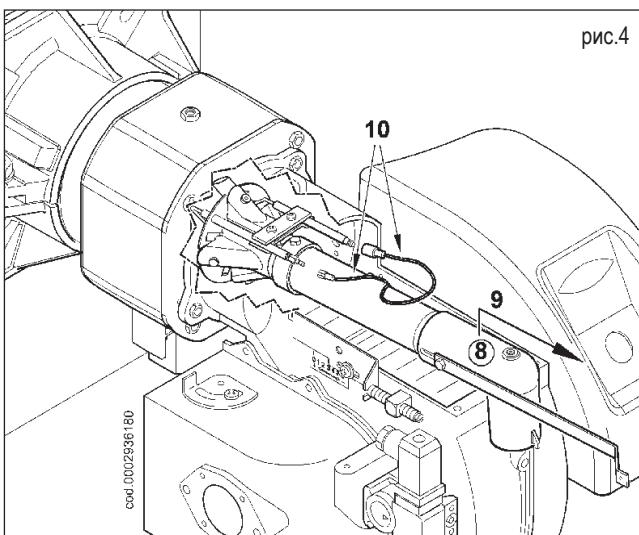

рис.4
- 4) Слегка приподнять с паза штуцер подачи газа (8). Отсоединив провод розжига и ионизации (10) от соответствующих электродов, полностью вынуть узел смесителя в направлении, указанном стрелкой (9), смотрите рисунок 4.